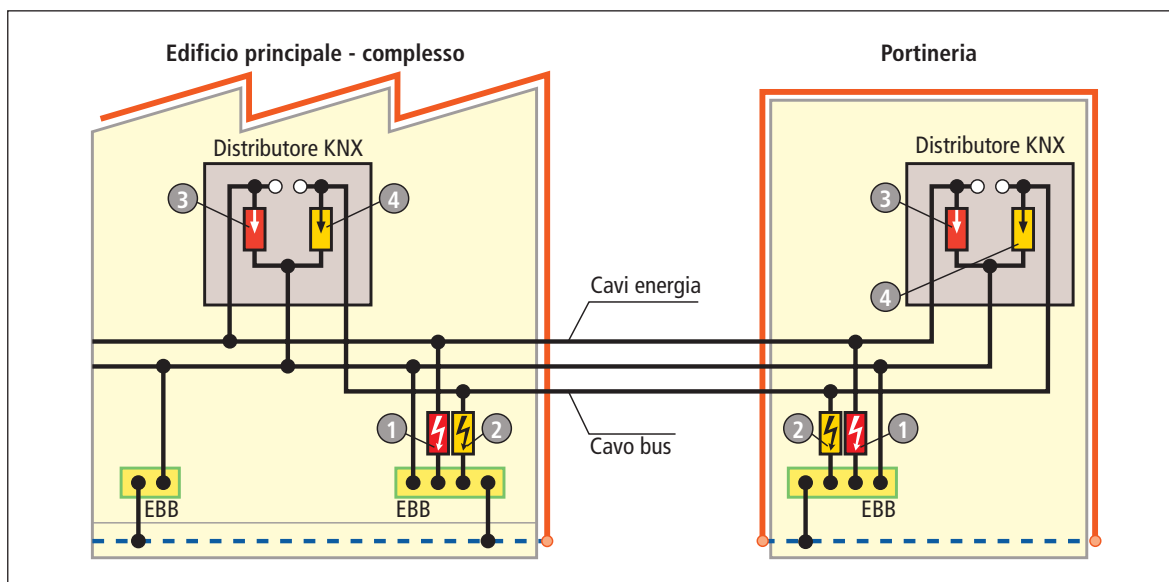

Figura 9.10.2 Protezione contro i fulmini e le sovratensioni, cablaggio tra edifici senza connessione dei sistemi di messa a terra
**Soluzione 1:** figura 9.10.2, tabella 9.10.1